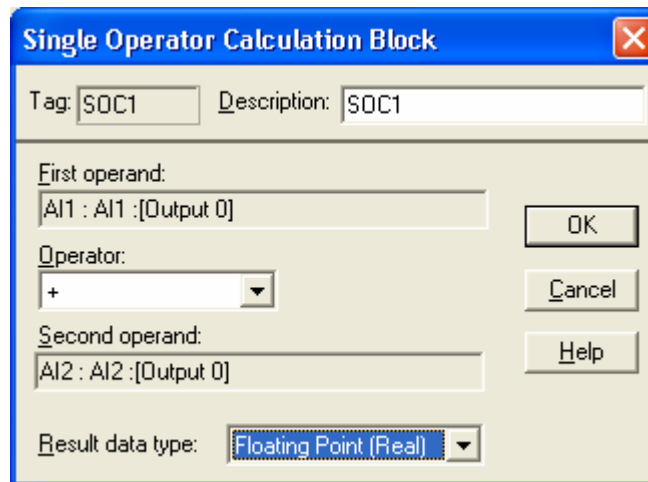

Рис. 4.28. Диалоговое окно настройки блока вычислений с одним оператором
*Блок вычисления с одним оператором.* Данный блок предназначен для выполнения одной математической операции, такой как сложение, вычитание, умножение, деление и т. д. По крайней мере, один функциональный блок стратегии должен быть присоединен к входу блока вычисления с единственным оператором. Значение на выходе присоединенного блока будет являться первым операндом в производимой математической операции. Вторым оператором может быть константа, заданная в соответствующем поле диалоговой панели настройки параметров блока, либо значение на выходе другого присоединенного функционального блока стратегии (рис. 4.28). Результат на выходе блока вычисления с единственным оператором может быть представлен в виде целого (**Integer**) либо вещественного (**Floating Point**) числа. Операторы и функции блока вычисления с единственным оператором приведены в табл. 4.1. Операторы, после которых стоит символ "\*", требуют использования в качестве аргументов (операндов) значения целого (**Integer**) типа. Некоторые из перечисленных выше операторов требуют только один аргумент
поле **Operator** диалогового окна настройки параметров блока. Справочную информацию о параметрах настройки диалогового окна, показанного на рис. 4.28, можно получить также с помощью кнопки **Help**. Конкретные настройки параметров блока вычислений с единственным параметром рассмотрены в примере, следующем далее.